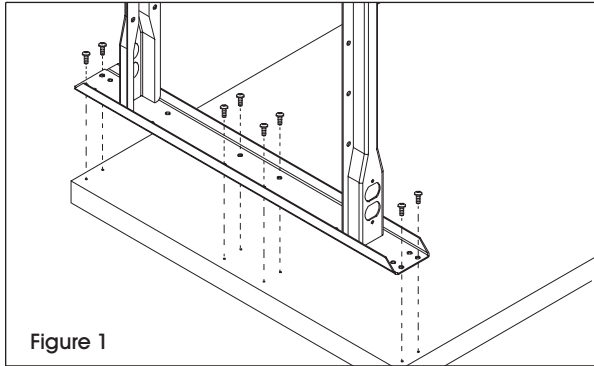

Figure 1
1. À l'aide de 24 vis à bois, fixez les pieds au côté inférieur de la surface de table (5), par les trous préperçés. (Voir Figure 1)